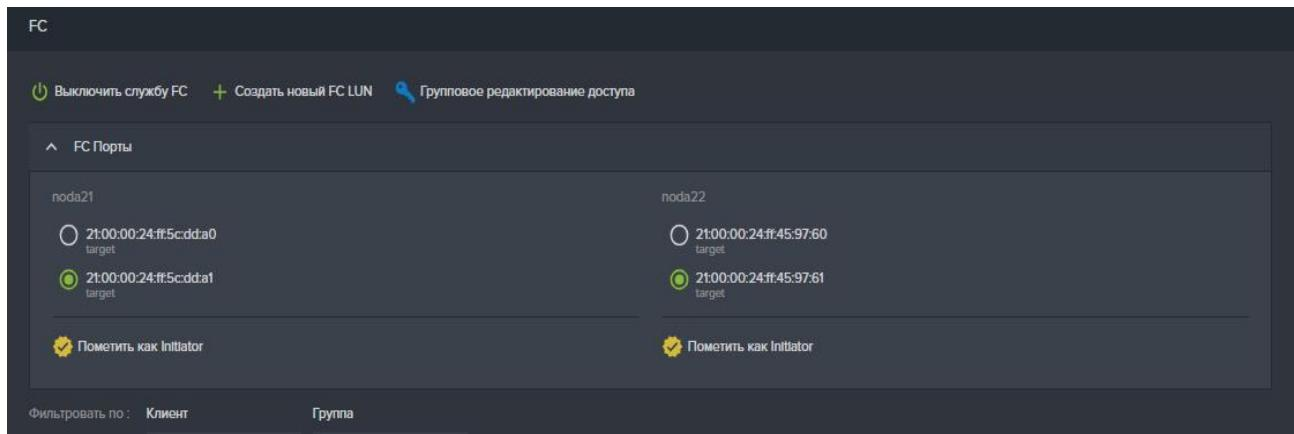

Рисунок 141. Панель FC порты на вкладке меню «Протоколы»-«FC»
2. Разверните область «FC порты» см. Рисунок 141;